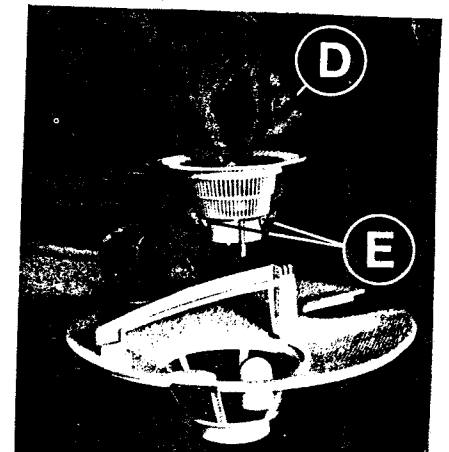

Fig. 33
- Enlever le conduit de décharge D, poussant sur les deux clayettes E (fig. 33)
**ATTENTION** - Certains modèles de lave-vaisselle sont fournis avec le filtre sans le conduit de vidange D, dans ce cas il ne faut pas effectuer l'opération indiquée en fig. 33. Les filtres doivent être nettoyés à l'eau courante avec une brosse dure.
- Remove the drain hose «D» by pressing on the two tangs «E» (fig. 33).
**ATTENTION** - Filter fitted on some dishwashers has not the «D» drain hose, therefore it has not to be removed according to fig. 33. Clean under running water with a hard brush. It is indispensable to carefully clean the filter according to the above mentioned indications in that the dishwasher absolutely can not operate with a clogged filter. It is also necessary to exactly replace the clean filter in order to prevent possible damage to the washing pump.
- Der Ablaufteil D durch Drücken auf die 2 Feder E (Abb. 33) herausziehen.
**WICHTIG** - Der Ablaufteil «D» ist im Filter von einigen Geschirrspülern nicht vorhanden. Deswegen muß er nicht zum Reinigen nach Abb. 33 herausgezogen werden.
- Togliere il condotto di scarico D, premendo sulle due linguette E (fig. 33).
**ATTENZIONE** - Esistono lavastoviglie con filtro senza il condotto di scarico D, pertanto non è necessaria l'operazione indicata nella fig. 33.